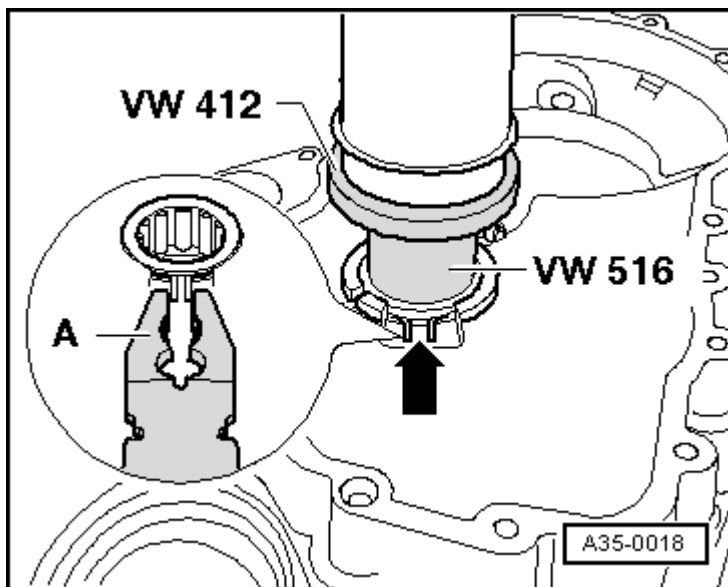

图 3 压出轴承座及深沟球轴承
- q 与轴承座及深沟球轴承一起压出 → 插图图 3
- q 压出 → 插图图 3